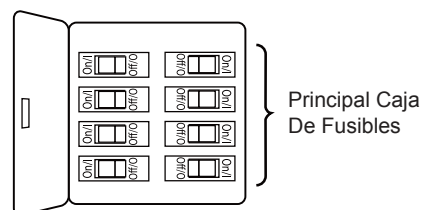

Figura 1
Uso de perfil bajo (Figura 1)
1. Extraiga la pieza de la bola colgante de la unidad de la bola colgante / varilla aflojando el tornillo de presión de la bola colgante hasta que la bola se libere de la varilla. Retire el pasador del barral y luego extraiga la semiesfera. Conserve el pasador y la semiesfera para su reinstalación en el Paso 6. (Figura 1)
Para evitar una posible descarga eléctrica, asegúrese de cortar la alimentación eléctrica de la caja de fusibles principal antes de colgar el ventilador. (Figura 1)
1. Para configurar el código de unidad del receptor. Deslice los interruptores de código a las mismas posiciones que en el transmisor. (Figura 1)
- ☐ 1. Instale la cubierta rotando la ranura clave en la cubierta sobre el tornillo de hombro del soporte del gancho, teniendo cuidado de no pillar los cables. Fije el tornillo de hombro. Instale adecuadamente y fije el segundo tornillo de hombro que fue anteriormente guardado. (Figura 1)
El uso de un regulador de la intensidad completa (no incluido) para controlar la velocidad del ventilador dañará el dispositivo. Para reducir el riesgo de incendio o descarga eléctrica, no utilice dicho regulador para controlar la velocidad del ventilador. (Figura 1)
- ☐ 1. **Instalación de la placa de la pared:** (Figura 1)